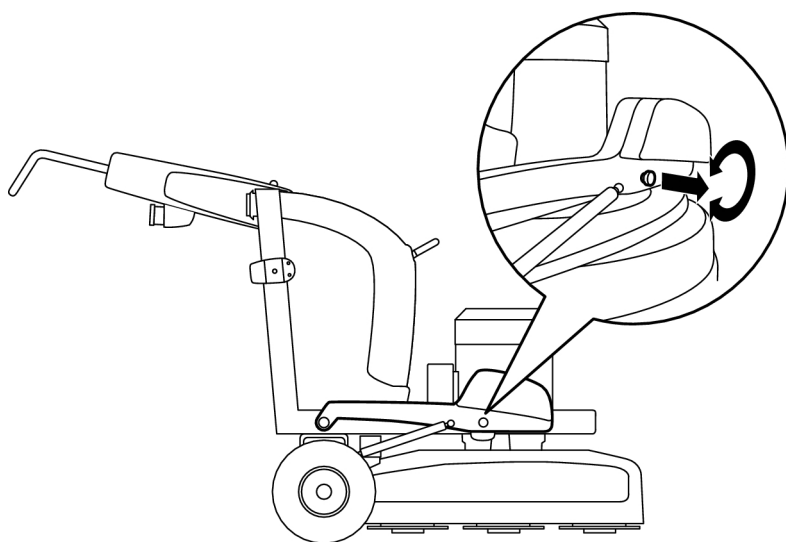

Рисунок 4-6. Грузы опущены вперед
- Вытяните каждый штифт и заблокируйте в вытянутом положении, повернув в направлении, указанном стрелкой, см. Рисунок 4-6, стр. 21.
Чтобы увеличить давление шлифования и за счет этого повысить его эффективность, опустите грузы вперед, см. Рисунок 4-6, стр. 21.